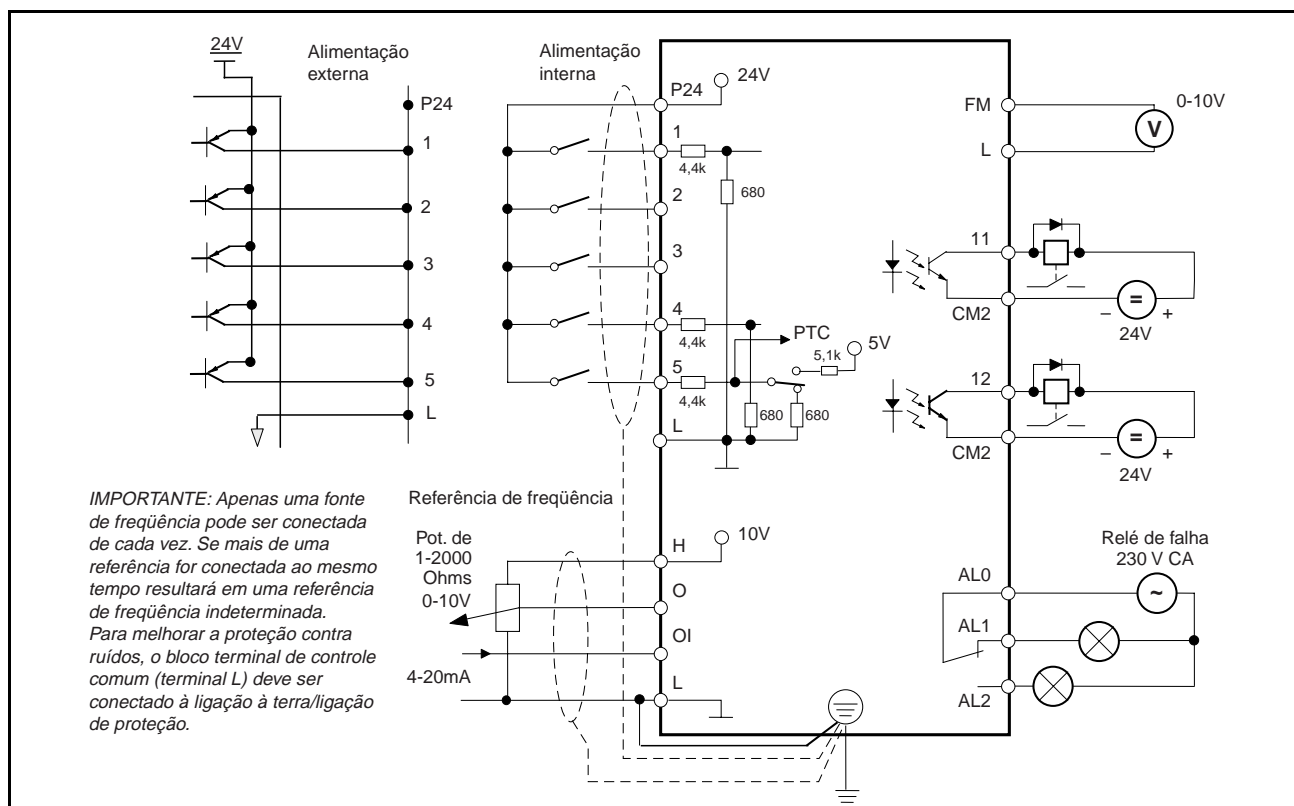

Figura 2.6 – Conexões típicas de terminais de controle
- No caso de utilizar as saídas de transistor 11 ou 12, com uma carga indutiva como um relé, instale um diodo de recuperação paralelo ao relé, como indicado na figura 2.6, para evitar danos à saída.
A figura 2.6 ilustra conexões típicas de terminais de controle.